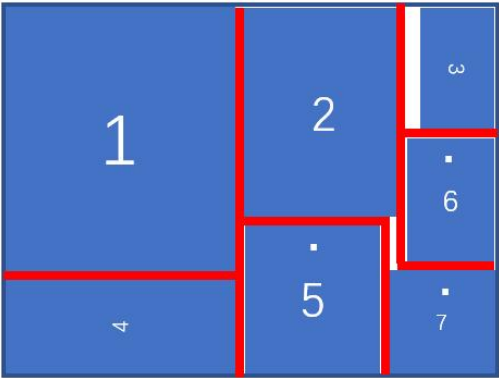

图 1 拼版示意图
4. 芯片在流片时一般会选择多项目晶圆（MPW），即多个芯片在同一张晶圆上拼版制作，共同承担流片费用。拼版规则是在一块大小为 3mm\*4mm的晶圆上摆放所有芯片如图 1 所示，芯片之间通过划片道（红色实线）隔离开（划片道为 80um宽，且划片道的数量要尽可能的少，否则容易对其它芯片造成损伤）。现有 7 块芯片，其中 6 块芯片面积固定（见表 2），剩余一块芯片面积待定。接第 3 问，在输出频率为 2KHz时，如何设计环形振荡器的尺寸，在追求功耗最小的前提下力求第 7 个芯片位置上安放更多的环形振荡器？